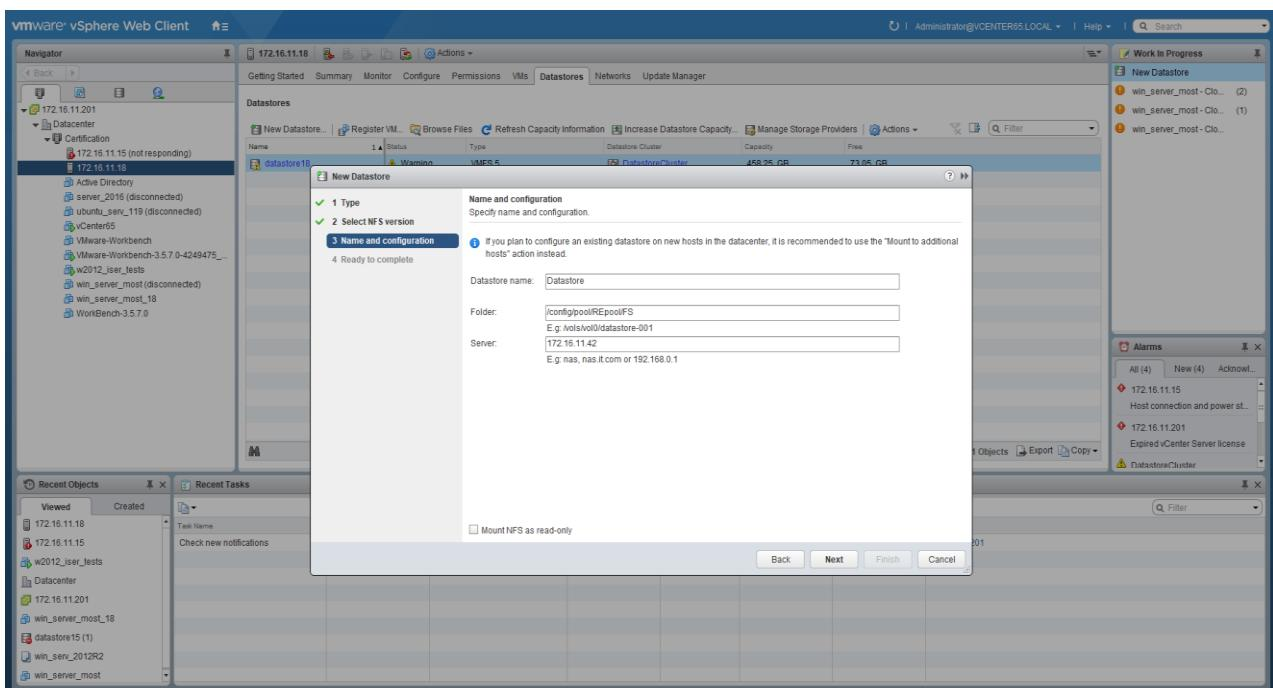

Рисунок 145. Данные NFS папки
8. Введите в соответствующие поля требуемые данные (см. Рисунок 145):